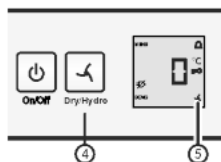

Fig. 3
- **hydro** einstellen: Taste dry/hydro Fig. 3 (4) drücken, bis das Symbol  angezeigt wird. Taste loslassen.
- ▷ Das Symbol dry/hydro Fig. 3 (5) leuchtet.
- **dry** einstellen: Taste dry/hydro Fig. 3 (4) drücken, bis das Symbol  erlischt. Taste loslassen.